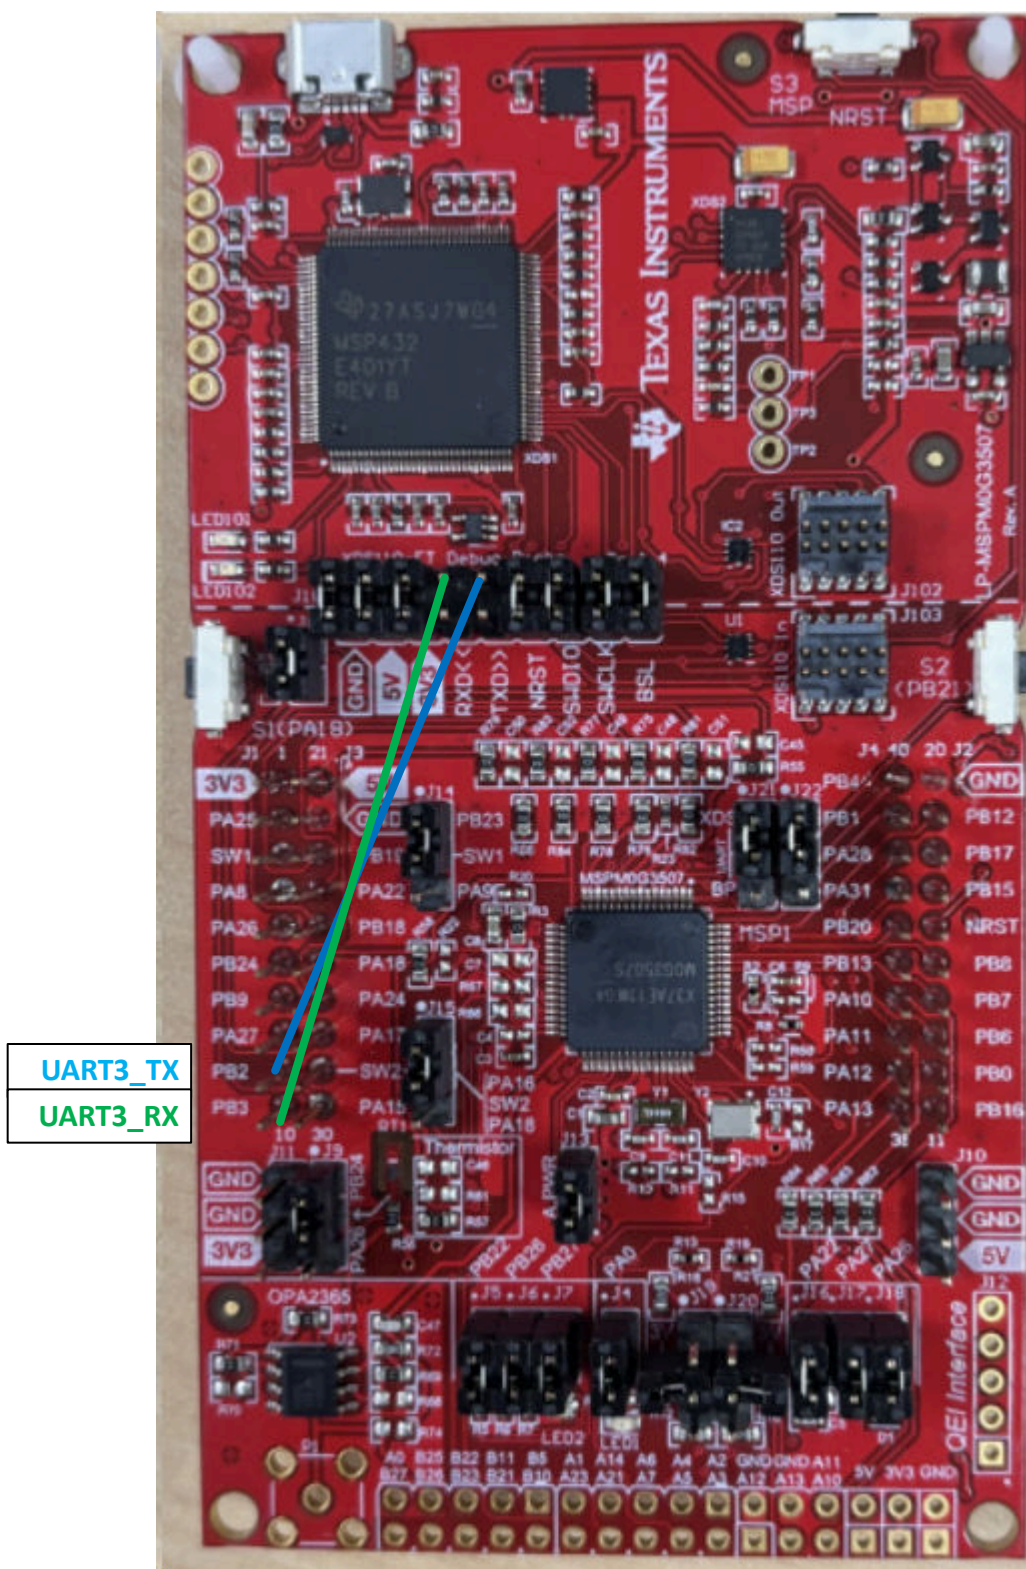

图 2-5. LP-MSPM0G3507 反向通道连接到 UART3
- b. 如果使用 GUI 通过 USB 连接到反向通道 UART 来与 MSPM0 器件进行通信，请将反向通道 UART 连接到 UART3\_TX 和 UART3\_RX，如图 2-5 所示。
4. 提供符合电源电压 (VM) 范围的电压。有关建议的电压范围，请参阅特定于电路板的用户指南或 DRV 特定数据表。